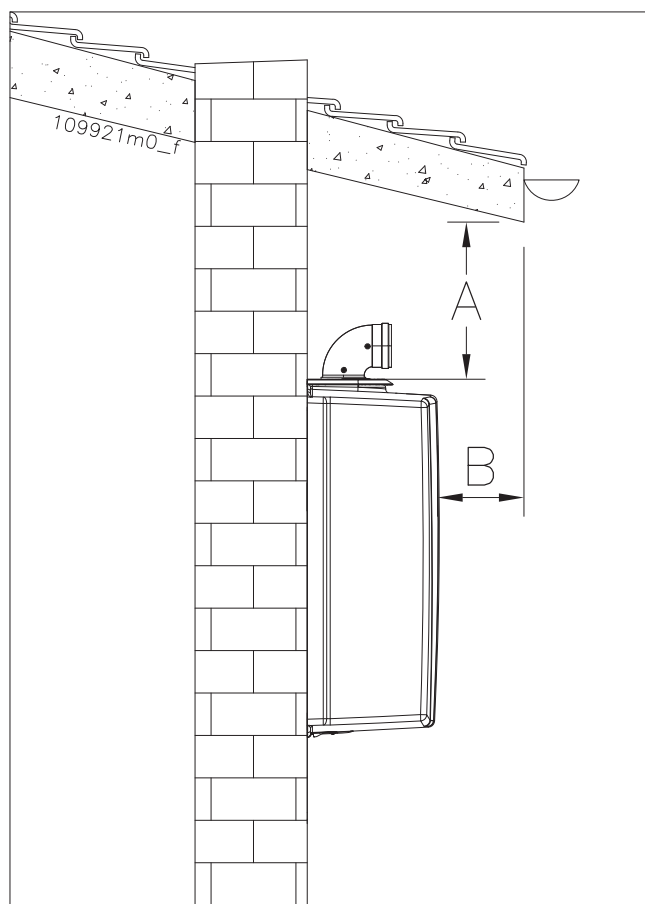

Figure 4-4 - Exemple de lieu partiellement protégé
- ☞ Cet appareil n'est pas conçu pour une installation en plein air, il ne doit pas être exposé à des températures inférieures à 0,5 ° C et supérieures à 50 ° C. Choisir un endroit à l'abri des agents atmosphériques et du gel. Si l'appareil est équipé d'un kit spécial de protection pour l'extérieur (voir chapitre 5.18), il peut être installé à l'extérieur des maisons, dans un endroit partiellement protégé de la pluie, de la neige et de la grêle, par exemple balcons, portiques, etc. (voir figure 4-4).
Légende de la figure 4-4 - Les distances « A » et « B » doivent être évaluées en phase d'installation afin que la pluie n'atteigne pas directement l'appareil.